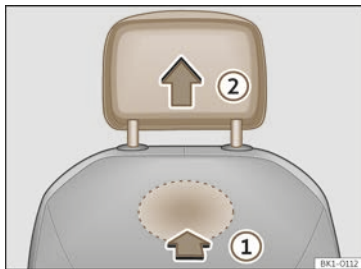

Abb. 102 Kopfstütze vorne ausbauen.
- Lokalisieren Sie zum Entriegeln der Kopfstütze die Aussparung im markierten Bereich auf der Rückseite der Sitzlehne und drücken Sie in Pfeilrichtung >>> (Abb. 102) ①.
- Ziehen Sie die Kopfstütze in Pfeilrichtung ② heraus.